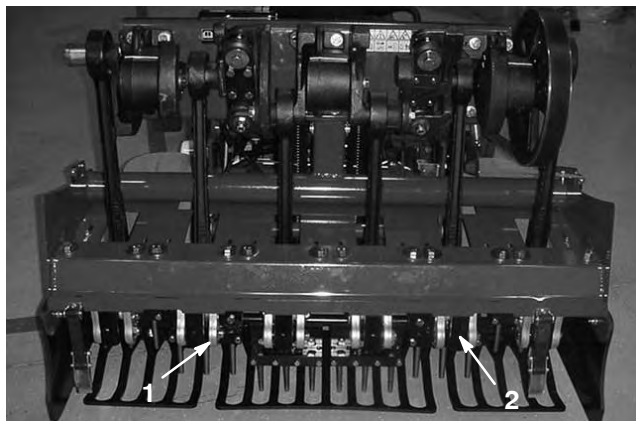

Bild 25
5. Setzen Sie Stacheln in den zweiten und fünften Stachelhaltern ein (Bild 25). Ziehen Sie die Kopfschrauben fest.